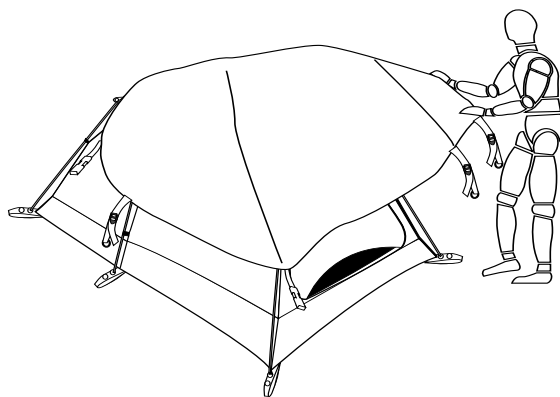

FIGURE 4
12) Place the fly over the tent with the vestibule over the front door (See figure 4). Attach the hook and hoop fasteners on the inside of fly to the frame as junction tube. Connect the buckles on the corners of the fly to the mating buckles on the tents corner rings.
12) Poser le double toit sur la tente en alignant le vestibule sur la porte avant (voir Figure 4). Fixer les attaches de velours-crochet de l'envers du double toit à l'armature, au tube de jonction. Joindre les boucles des coins du double toit aux boucles correspondantes des coins de la tente.